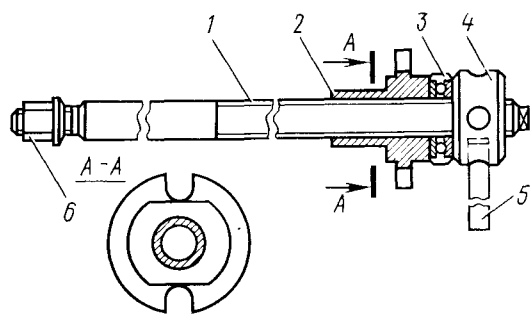

Рис. 142. Приспособление 7823-6709 для сжатия пружины подвески:
При замене пружины передней подвески рекомендуется пользоваться приспособлением, указанным на рис. 142.
4. Вставить винт 1 (см. рис. 142) приспособления в верхнее гнездо крепления амортизатора и на верхний конец винта навернуть гайку 6.
Наиболее удобно производить замену втулок с помощью приспособления для сжатия пружины (см. рис. 142). Для этой цели снять амортизатор,